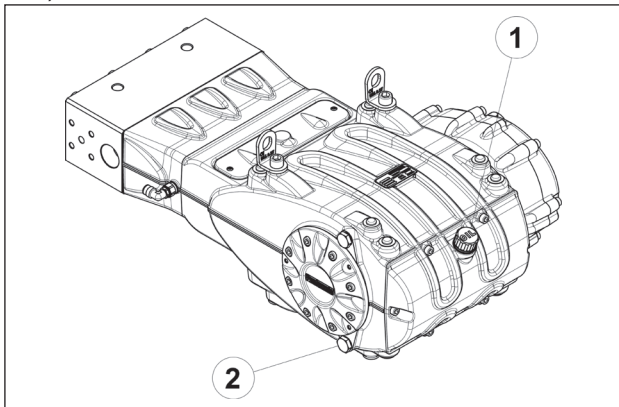

图 1
排油时必须拆除注油塞(①·图1)，接着拆除排油塞(②·图1)。